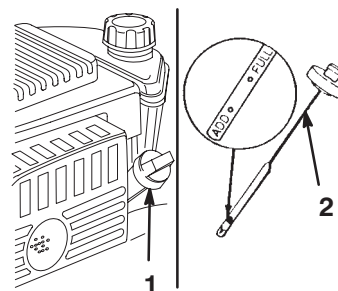

Figure 7
Avant chaque utilisation, vérifiez que le niveau d'huile arrive entre les repères maximum (**Full**) et minimum (**Add**) de la jauge (Fig. 7).
2. Nettoyez la surface autour de la jauge (Fig. 7).
6. Voyez le niveau d'huile indiqué par la jauge (Fig. 7).